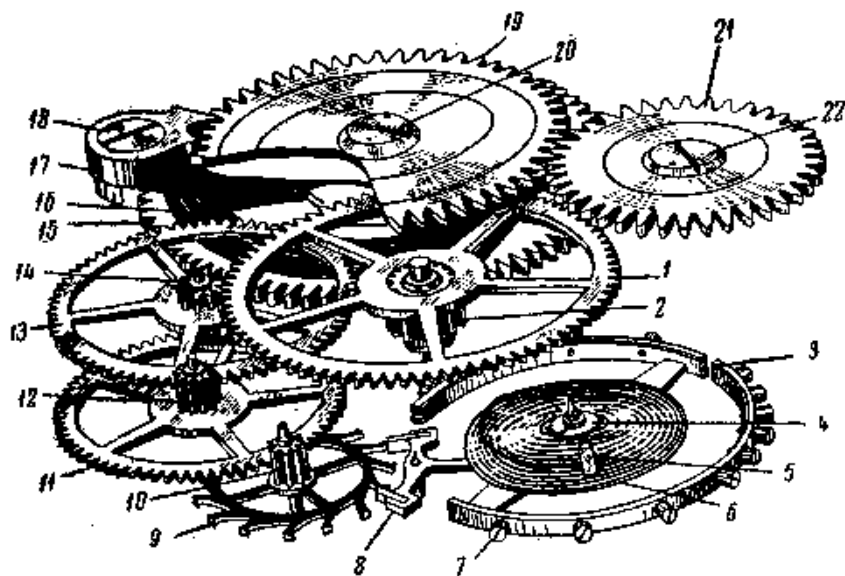

Рис. 1. Механизм часов с анкерным ходом (вид сверху):
Для более детального ознакомления с названиями и назначением отдельных конструктивных элементов часов на рис. 1 приведена развернутая схема механизма часов с анкерным ходом. Заводная пружина 16, находящаяся в барабане 15, раскручиваясь передает через зубья барабана движение на триб 2 центрального колеса, сидящий на одной оси с центральным колесом 1, ведущим триб промежуточного колеса 14. Промежуточное колесо 13 через триб 12 передает движение на секундное колесо 11, которое в свою очередь вращает триб ходового колеса 10 и находящееся с ним на одной оси ходовое колесо 9. Зубья этого колеса кинематически соединяются с налетами анкерной вилки 8. Анкерная вилка, колеблясь, сообщает импульсы балансу 3.
**Компенсация с помощью баланса.** Обод баланса делают биметаллическим, т. е. из двух неодинаково расширяющихся от температуры металлов, например из стали и латуни, и разрезают в двух диаметрально противоположных местах (рис. 1). Баланс таким образом превращается в пару биметаллических дуг. Металл, расширяющийся сильнее (латунь), находится с внешней стороны, металл с меньшим коэффициентом линейного расширения (сталь) — с внутренней.